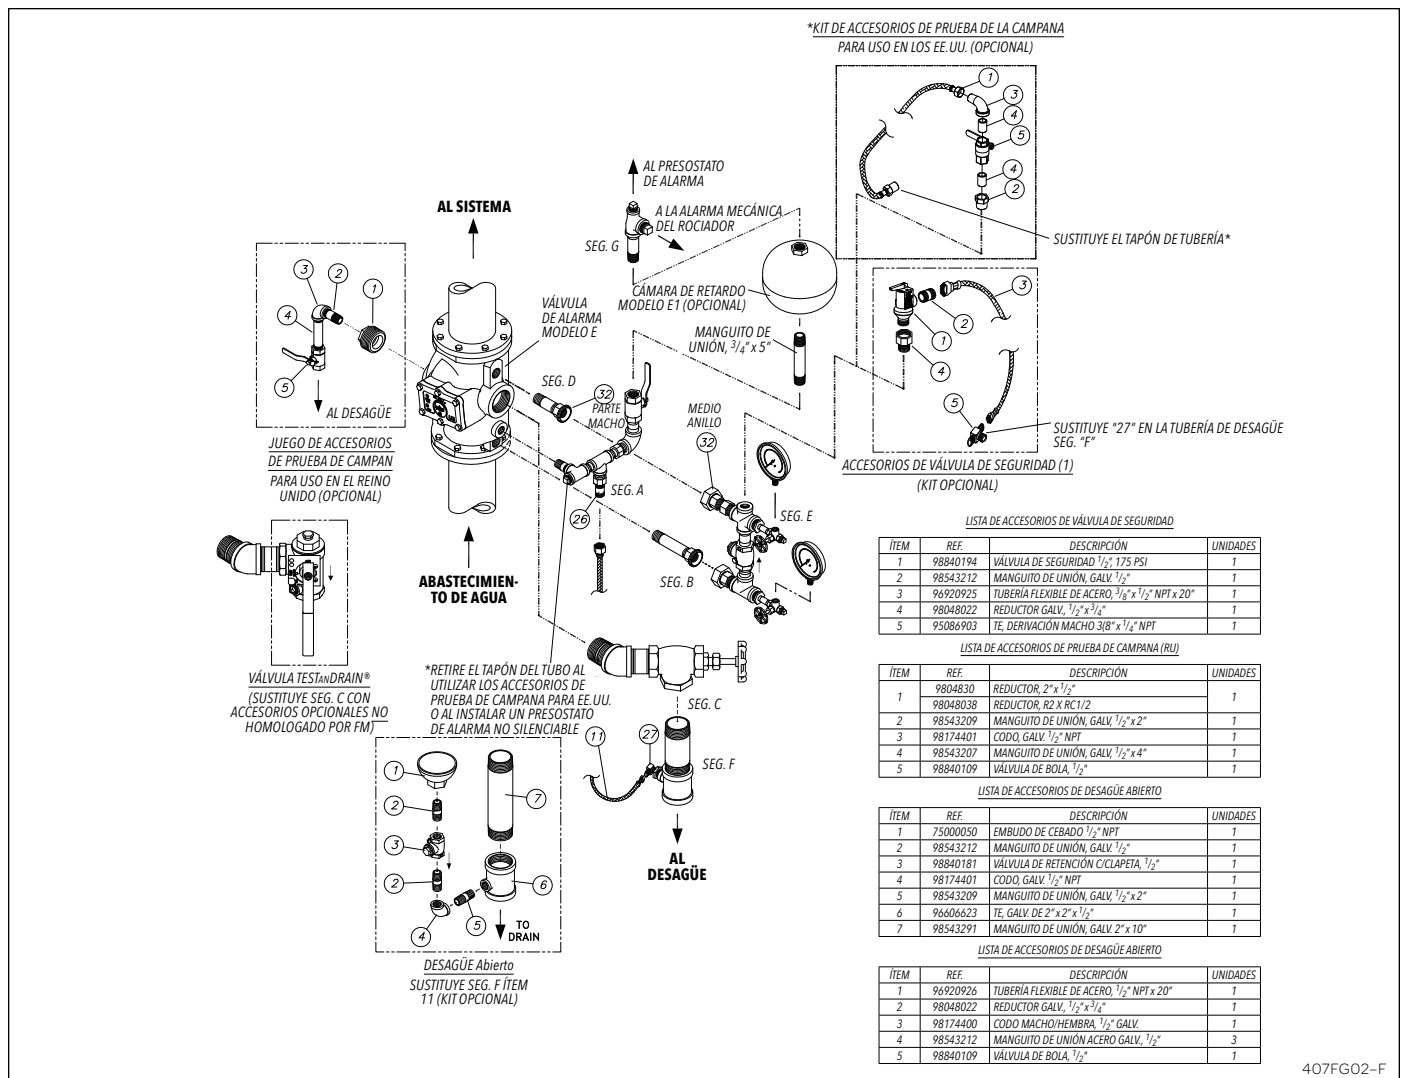

Fig. 2 - Válvula de alarma modelo E de 8", bridas de entrada y salida, presión variable, desagüe abierto
El juego de accesorios E3 de la válvula de diluvio Reliable modelo E (Fig. 2) están dispuestos para un montaje rápido, fácil y compacto, y sirven para conectar las alarmas mecánicas y otros dispositivos de Reliable. También sirven para comprobar el funcionamiento de los dispositivos de alarma sin que se dispare el sistema. Hay disponibles tres juegos de accesorios básicos modelo E-3 para la válvula de alarma modelo E:
Se requiere el kit opcional de línea de desagüe (Fig. 2, 3 y 5) Este juego de accesorios se utiliza cuando el abastecimiento de agua es de presión variable. Se incluye un embudo de goteo para vaciar la cámara de retardo y la tubería de la alarma mecánica de rociadores. Esta conexión de desagüe debe tener tubería independiente del desagüe principal de 2" (50 mm).
• **Montaje vertical con presión variable (Fig. 2)**
• **Montaje vertical con presión constante (Figs. 2, 3 y 7)**